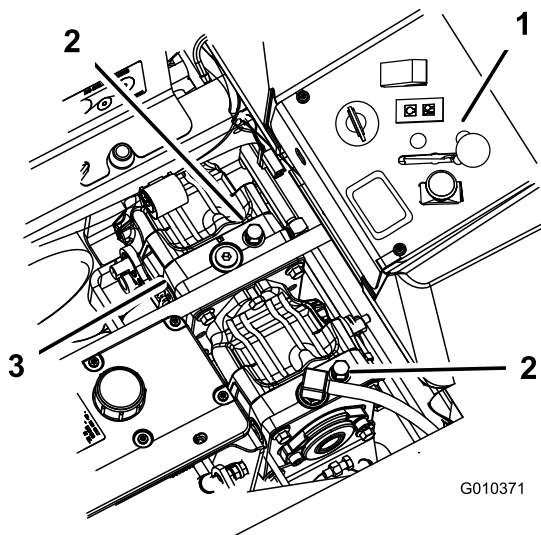

Figure 24
2. Tournez les vannes de dérivation d'un tour dans le sens antihoraire. Cela permet au liquide hydraulique de contourner la pompe et aux roues de tourner (Figure 24).
Tournez les vannes de dérivation d'un tour dans le sens horaire pour conduire la machine (Figure 24).